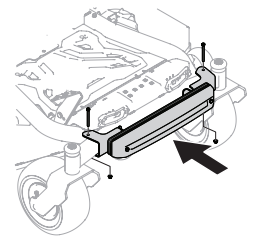

Figure 31
3. Centrez visuellement la barre de pesée sur le tracteur et utilisez deux vis à tête hexagonale de 7/16 po (710-3056) et deux écrous (712-04063) pour fixer l'ensemble de contrepoids au tracteur, comme illustré à la Consultez la Figure 31.